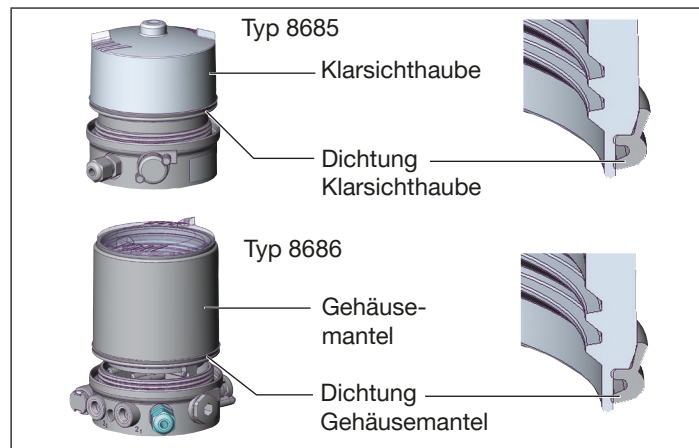

Abb. 28: Position Dichtung Klarsichthaube/Gehäuseemantel
- Die korrekte Position der Dichtung in Klarsichthaube / im Gehäuseemantel prüfen (siehe „Abb. 28“).
- Die korrekte Position der Dichtung in Klarsichthaube / im Gehäusemantel prüfen (siehe „Abb. 28“).